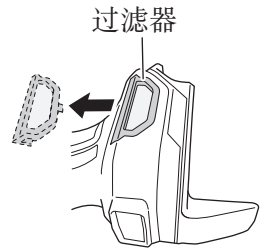

图 23
- 如果网眼堵塞致使切屑或灰尘无法清除，请拆下过滤器并用气枪等清洁。（图 23）